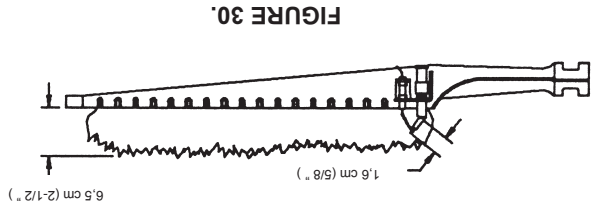

FIGURE 30.
Le brûleur principal, Figure 30, devrait présenter les caractéristiques suivantes :
- La flamme de la veilleuse devrait envelopper le dispositif de détection avec une flamme de 1,6 cm (5/8"). Figure 30. Enlever la vis du couvercle d'ajustement de la veilleuse, Figure 31. Tourner la vis intérieure d'ajustement dans le sens horaire pour augmenter ou dans le sens antihoraire pour diminuer la flamme de la veilleuse. S'assurer de remettre la vis du couvercle sur le régulateur de gaz après l'ajustement afin de prévenir une fuite de gaz possible.
Au moins une fois par année, vérifier le brûleur de la veilleuse, Figure 29, et le brûleur principale, Figure 30. Voir Figure 28 pour l'emplacement du brûleur de la veilleuse et des brûleurs principaux. Pour accès à la veilleuse, dévisser les deux vis du couvercle du brûleur et enlever. Repérer le brûleur avec la veilleuse et enlever la vis qui retient le brûleur au collecteur. Desserrer la tubulure de la veilleuse et glisser le brûleur et la veilleuse. Entretien le brûleur de la veilleuse signifie entre autres garder la veilleuse exempte de peluches, nettoyer la tête du brûleur, l'ouverture d'air principale et l'orifice du brûleur de la veilleuse.